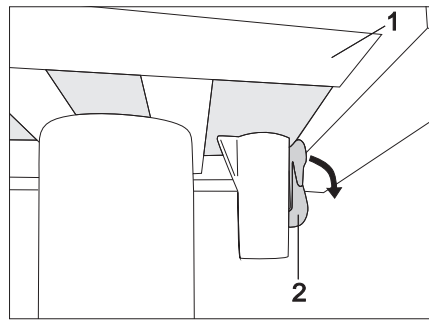

Fig. 96 Bloqueo de la mesa de una columna (bloqueada)
- Empujar la palanca de bloqueo (Fig. 96,2) hacia abajo.
- Desplazar a la posición deseada el tablero de la mesa (Fig. 96,1).
- Empujar la palanca de bloqueo (Fig. 96,2) hacia arriba.